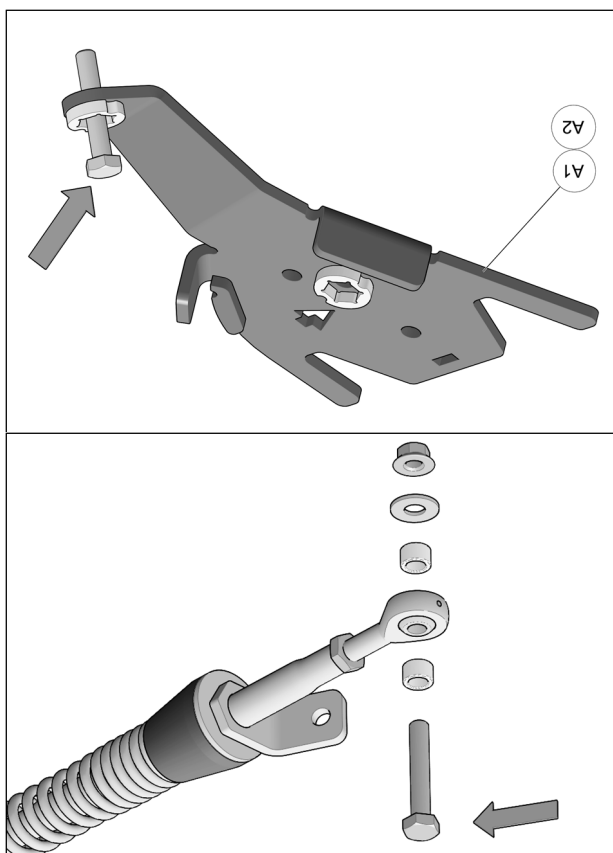

Fig. 18
8. Enlever les boulons, les rondelles et les espaces des rotules des bras stabilisateurs des systèmes avant. Insérer un boulon à l'extrémité de chacun des ancrages de suspension avant (A1-A2). Fig. 18